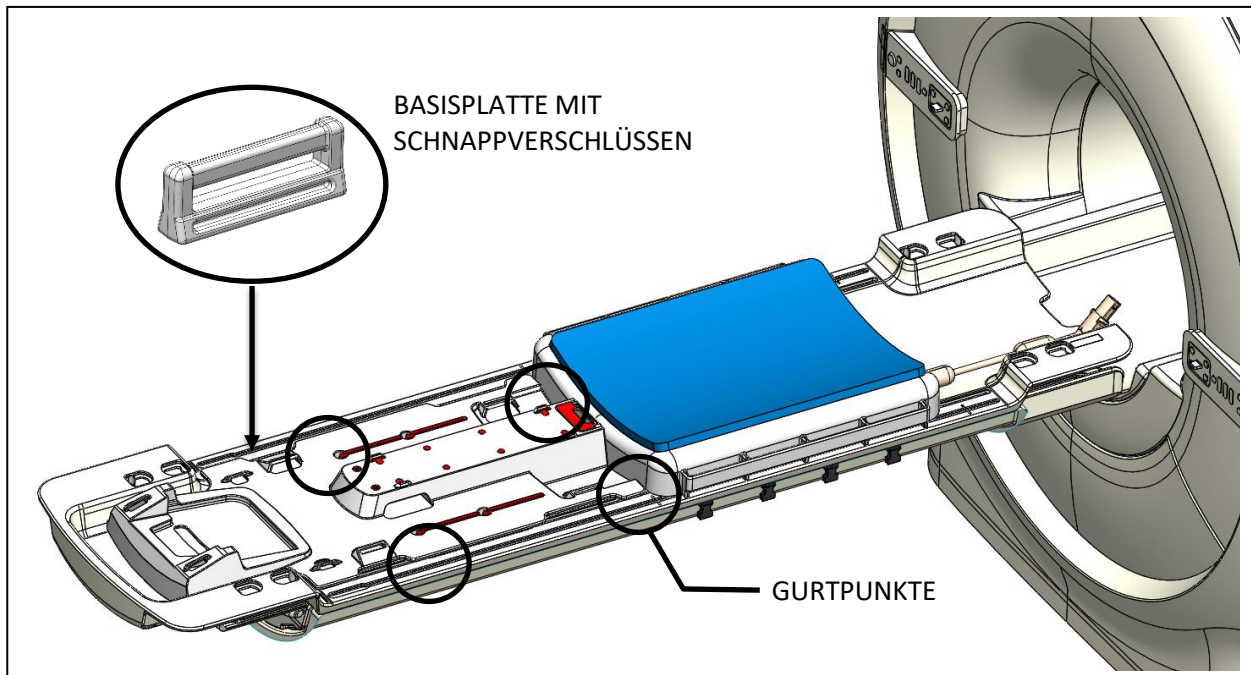

Abbildung 5: Einsetzen der Basisplatte mit Schnappverschlüssen
2. Setzen Sie vier Basisplatten mit Schnappverschlüssen, zwei auf jeder Seite, in die äußeren Schlitze der MRT-Liege ein. Schieben Sie diese nach unten, um sie an den Gurtpunkten auf der Basisplatte auszurichten. Alle Schnappverschlüsse und Gurte sind im Zubehörsatz der Basisplatte enthalten (*Abbildung 5*).